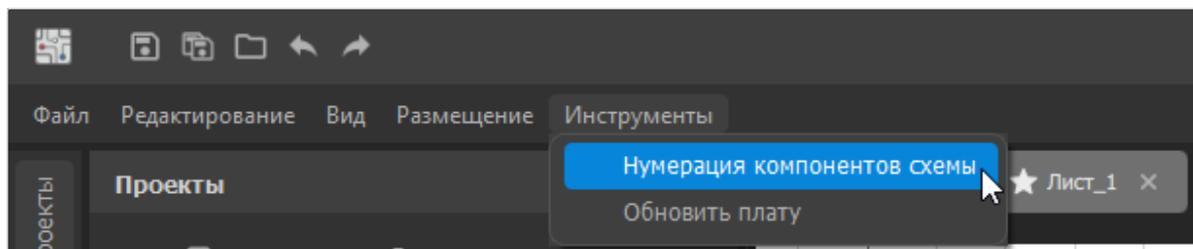

Рисунок 43. Пункт меню «Нумерация компонентов схемы»
- 1) Вызвать команду меню *Инструменты* → *Нумерация компонентов схемы* (см. рисунок 43).